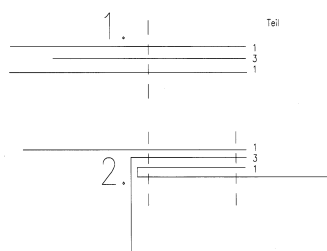

Abbildung 4
5. Die zwei Segelhälften zusammennähen, dabei wird der Kiel (Teil 3) siehe Abbildung 4 mit eingenäht.